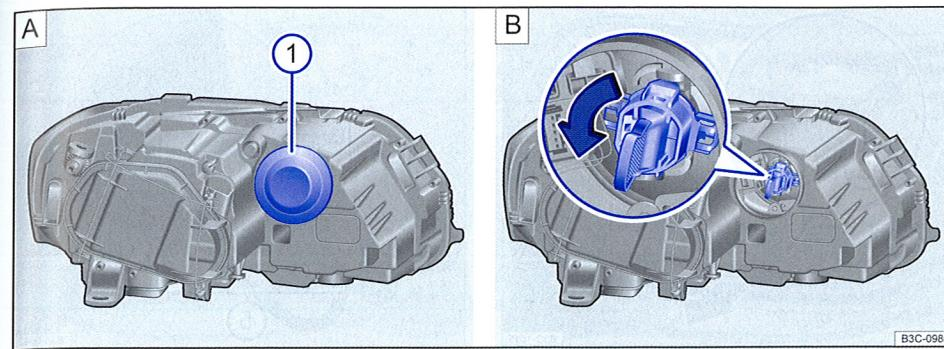

Fig. 243 În compartimentul motor: capacul luminii de semnalizare de la farul din stânga.
- Scoateți prin tragere capacul de cauciuc de pe partea posterioară a farului ⇒ fig. 243 în sens antiorar.
- Rotiți suportul lămpii ⇒ fig. 243 în sens antiorar.